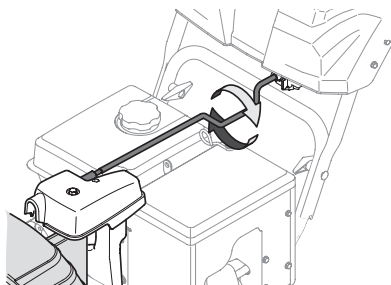

Figure 3-11
4. Prenez la partie en retrait de la tige de commande et tournez la goulotte à la main vers la droite ou la gauche. Voir Figure 3-11.